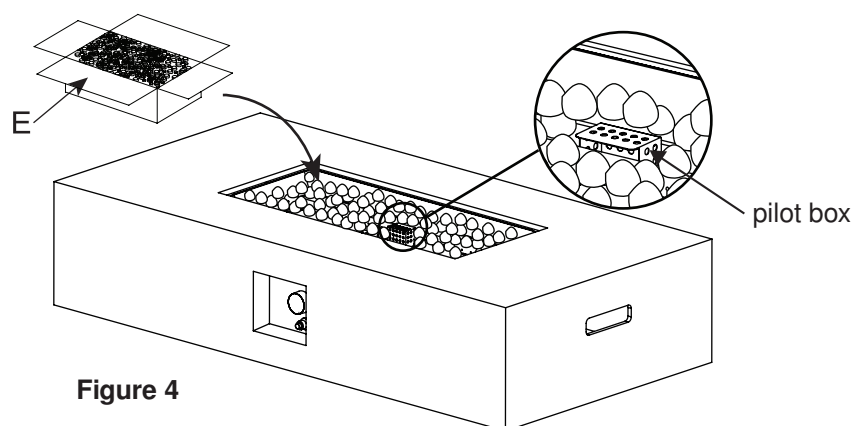

Figure 4
5. Füllen Sie die Lavasteine (E) in die Feuerschale des Gehäuses (B) (siehe Figure 4).